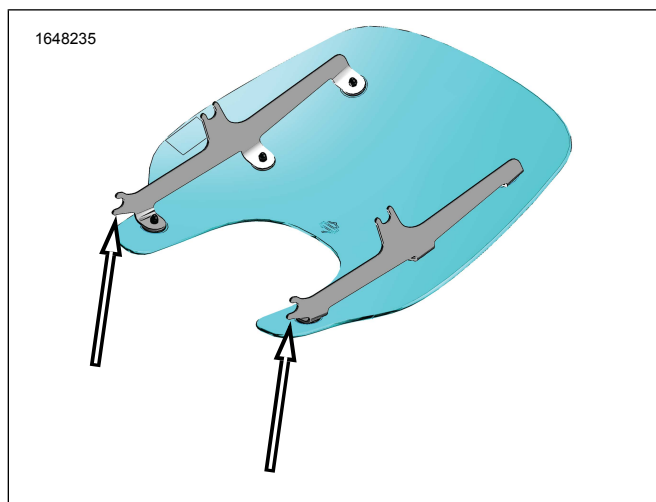

Figure 2. Supports de montage du pare-brise
1. Voir la figure 2. Retirer le sous-ensemble pare-brise de l'emballage.